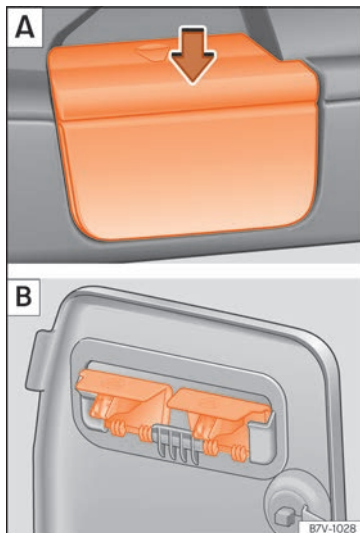

Fig. 169 Rimuovere i supporti del ripiano A e custodirli in un luogo sicuro B.
- Rimuovere il ripiano del supporto dei rivestimenti laterali » » » fig. 169 A. A questo scopo, premere il ripiano verso l'alto (freccia), quindi estrarlo.
- Aprire il vano presente nel rivestimento laterale posteriore sinistro del bagagliaio » » » pag. 180 e agganciare il ripiano nella parte posteriore della copertura del vano » » » fig. 169 B.